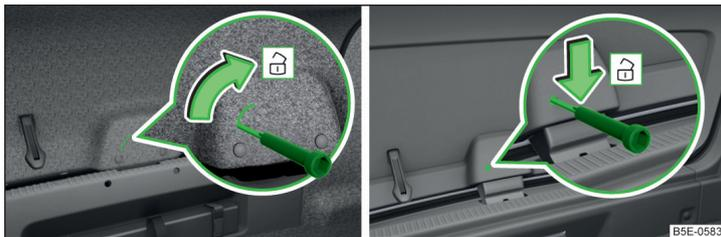

Abb. 319 Klappe entriegeln: Variante 1 / Variante 2
- In die Aussparung bzw. Öffnung in der Klappenverkleidung » Abb. 319 einen Schraubendreher oder ein ähnliches Werkzeug bis zum Anschlag einführen.